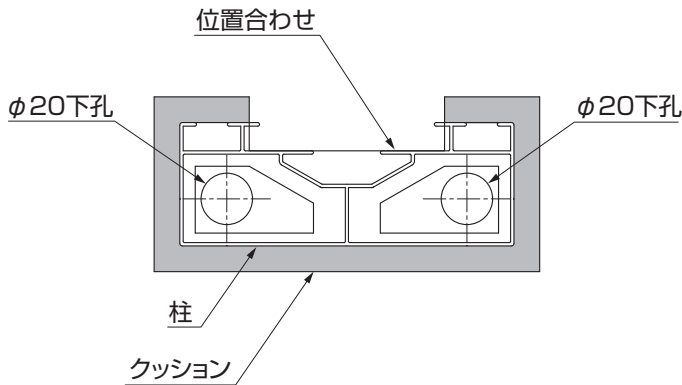

図2-10
- ①クッション貼付け面のホコリ、水分を取除いてください。
- ②クッションの剥離紙をはがして、位置を合わせて地面に隙間ができないように貼付けてください。(図2-10参照)